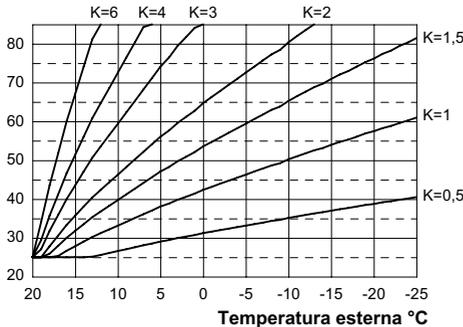
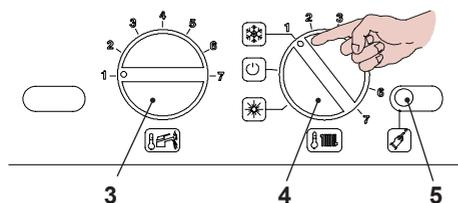

Fig. 5.34
Fig. 5.35
Quando si installa la sonda esterna bisogna impostare questo parametro in base al rendimento dell'impianto di riscaldamento per ottimizzare la temperatura di mandata (Fig. 5.34). Es. Per avere una temperatura di mandata all'impianto di riscaldamento di 60°C con una esterna di -5°C si deve settare un K di 1,5 (linea tratteggiata in Fig. 5.34).
- Posizionare le manopole 3 e 4 indicato in Fig. 5.35.
- Per settare il coefficiente K, determinato dalla Fig. 5.34 bisogna entrare in programmazione premendo per 15 secondi il pulsante di ripristino **5**, in Fig. 5.35 fino alla comparsa del parametro **P01** sul display LCD; sul display LCD compare la seguente visualizzazione (la sequenza **P01** si alterna a -- -- --).
- Premere il pulsante di ripristino **5**, in Fig. 5.35, per lo scorrimento dei vari parametri sino al raggiungimento del parametro **P15** valido per il settaggio del coefficiente K; sul display LCD compare a seguente visualizzazione (la sequenza **P15** si alterna a **00**).
ad un massimo di **255** in base alla curva scelta del coefficiente K in Fig. 5.34.